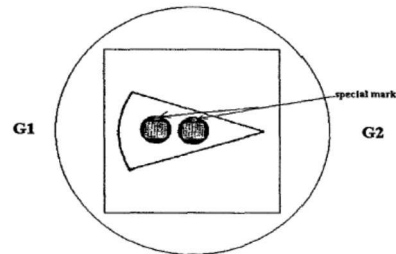

fig.2 顕微鏡下での視野指定領域と
- d) 低倍率でスライドを観察する。fig.2 のような上下が反転した視野指定領域の像が観察される。同領域の上側を示すマークは視野の上方に見える。G1 は左側に、G2 は右側になる。